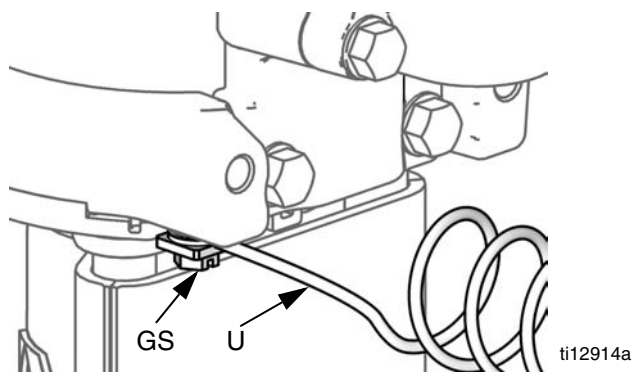

FIG. 2: Cable de conexión a tierra
Vea la FIG. 2. Verifique que el tornillo de conexión a tierra (GS) esté fijado y apretado con seguridad en el motor neumático. Conecte el otro extremo del cable de conexión a tierra (U) a una tierra verdadera.